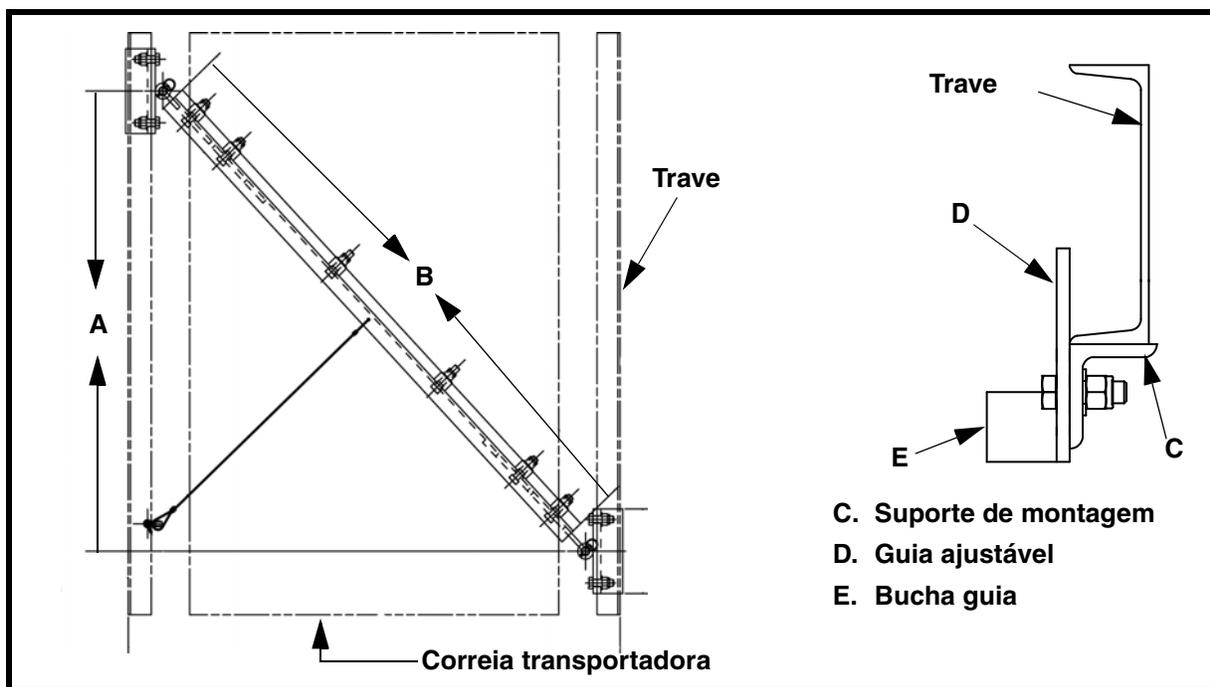

Figura 2. Posicionando os suportes de montagem nas travessias
2. Instale o suporte de montagem (C, Figura 2) no lado esquerdo da correia da seguinte maneira:
- c. Instale a guia ajustável (D) no suporte de montagem com dois parafusos de remate sextavados, arruelas planas e contraporcas elásticas.
- a. Iniciando no centro da bucha guia (E) na guia ajustável do lado esquerdo, meça em direção à polia traseira a distância mostrada sob "Dimensão A" na Tabela I. Marque a posição na trave do lado esquerdo.